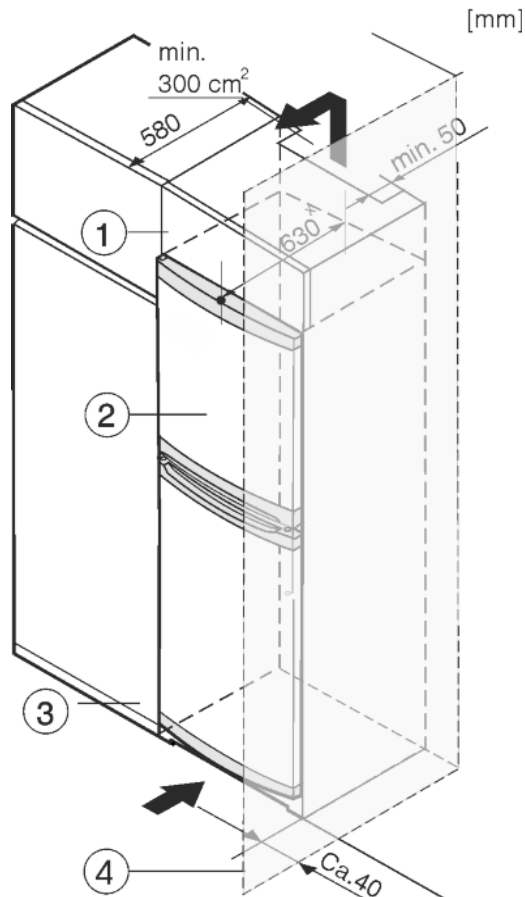

Fig. 7
L'appareil peut être réagencé avec des buffets de cuisine. Pour adapter l'appareil Fig. 7 (2) à la hauteur du coin cuisine, une rehausse Fig. 7 (1) peut être posée sur l'appareil.
Lors de la transformation avec des placards de cuisine (profondeur max. 580 mm), l'appareil peut être placé directement à côté du placard de cuisine Fig. 7 (3). L'appareil dépasse latéralement de 34 mm * et de 50 mm * au centre de l'appareil par rapport à la face avant du placard de cuisine.
Si l'appareil est installé avec les charnières à côté d'un mur *Fig. 7 (4)*, la distance entre l'appareil et le mur doit être de 40 mm min. Ceci correspond à la saillie de la poignée lorsque la porte est ouverte.